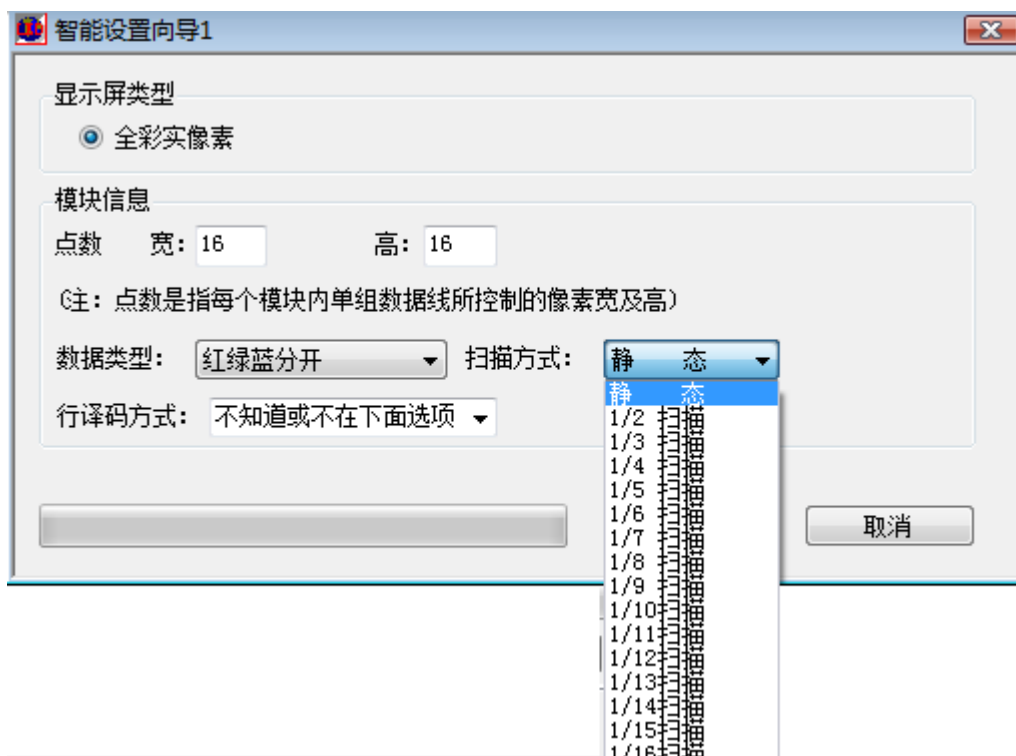

图 7
5、数据类型，红，绿（蓝）分开，红绿蓝三线合一。一般来说红，绿（蓝）分开是用于 LED 显示屏，红绿蓝三线合一用于灯饰及格栅屏。模组的扫描方式有静态和 1 到 16 扫描方式，如下图 7 所示。